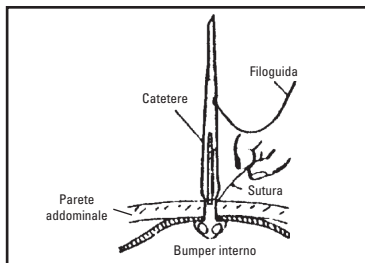

Figura 2
- Afferrare l'estremità libera della striscia da eliminare (materiale per sutura nero sull'estremità distale della striscia rossa) e tirare verso l'alto lungo la striscia rossa (in direzione contraria rispetto al paziente) (Figura 2).